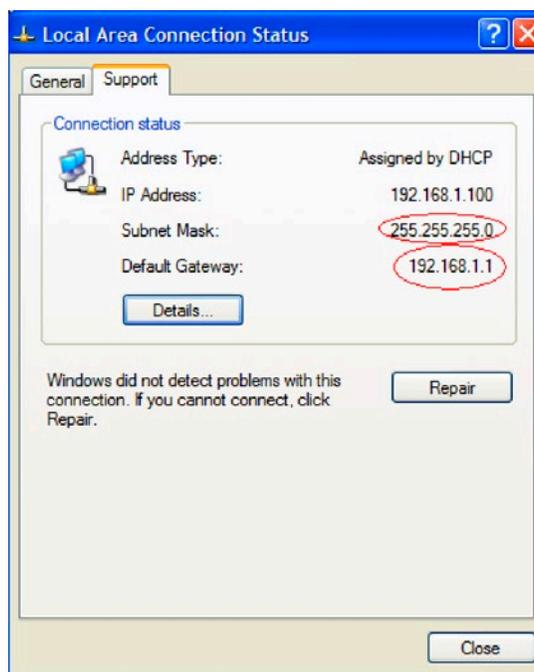

Figura 5-12 Ventana de Estado de conexión de área local
- 6) Si usa Windows XP, en la ventana de Estado de conexión de área local la pestaña Soporte debe mostrar la misma vía predeterminada y la máscara de subred, como se muestra en la Figura 5-12. La dirección IP no tiene que coincidir pero debería comenzar por 192.168.1.XXX (XXX es todo número entre 2 y 255), coincidiendo así con la vía predeterminada. Cierre la ventana.